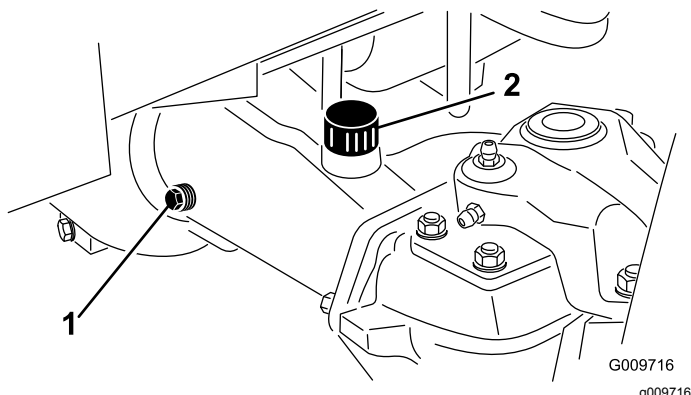

Figure 45
2. Enlevez un bouchon de contrôle à une extrémité du pont arrière (Figure 45) et vérifiez que le lubrifiant atteint la base de l'orifice. Si le niveau est trop bas, enlevez le bouchon de remplissage (Figure 45) et ajoutez une quantité suffisante de lubrifiant pour amener le niveau au bas des orifices de contrôle.